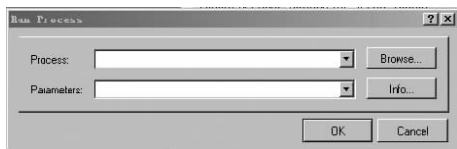

图 1-5 Run Process 对话框
(4)Run Process(运行进程)命令:提供了以命令行方式启动某个进程的功能,可以启动系统提供的任何进程。运行该命令将弹出 Run Process(运行进程)对话框,如图 1-5 所示,单击其中的 **Browse...** 浏览按钮,将弹出 Process Browser(进程浏览器)对话框。